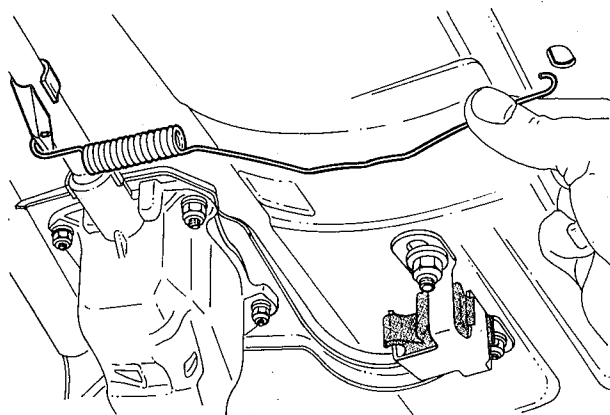

fig. 20
2. Remover a mola posicionadora da 3a. e 4a. marchas (fig. 20)
13. Remover a mola do tirante da alavanca seletora (caixa de mudanças de 4 marchas — fig. 20)
Nas caixas de 4 marchas, instalar a mola, do tirante à longarina (fig. 20)